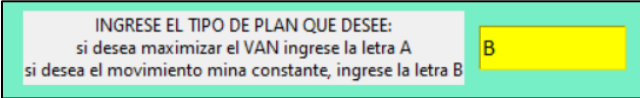

Figura 30: Selección en la Interfaz Gráfica de la opción "B".
- Solución Maximizadora del VAN, priorizando el Movimiento Mina Parejo: si el usuario desea encontrar una solución que entregue el vector de leyes de corte optimas, pero que al mismo tiempo el movimiento mina sea constante a lo largo de todo el periodo de producción hasta descender cuando se agoten los recursos, debe escribir la letra "B" (en mayúscula o minúscula) en la interfaz gráfica (ver Figura 30). Esta última opción no asegura que el VAN obtenido sea el mayor, pero sí que el movimiento mina sea parejo al mismo tiempo que se ha encontrado el VAN máximo con aquella restricción.